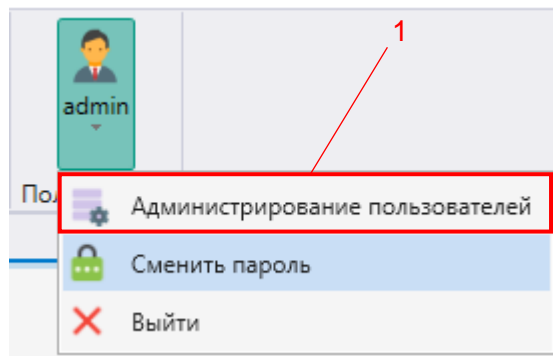

Рисунок 12
3.3.9 При возникновении технической или организационной необходимости (компрометация пароля, установка времени жизни пароля) реализована возможность изменения своего пароля пользователем (см. рисунок 12, поз.1).